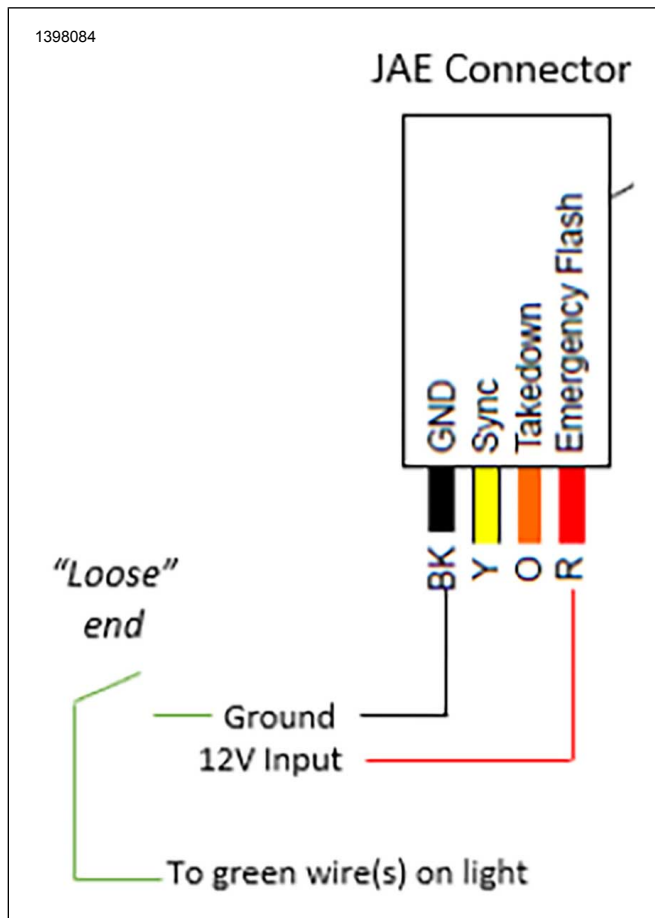

Figura 9. Configuração da Programação de Cor
1. Ver a Figura 9. Conectar a fonte de alimentação de 12V à matriz de luz (requer o cabo fornecido pelo concessionário).
2. Ver a Figura 9. Desencapar as pontas dos fios VERDES na luz.